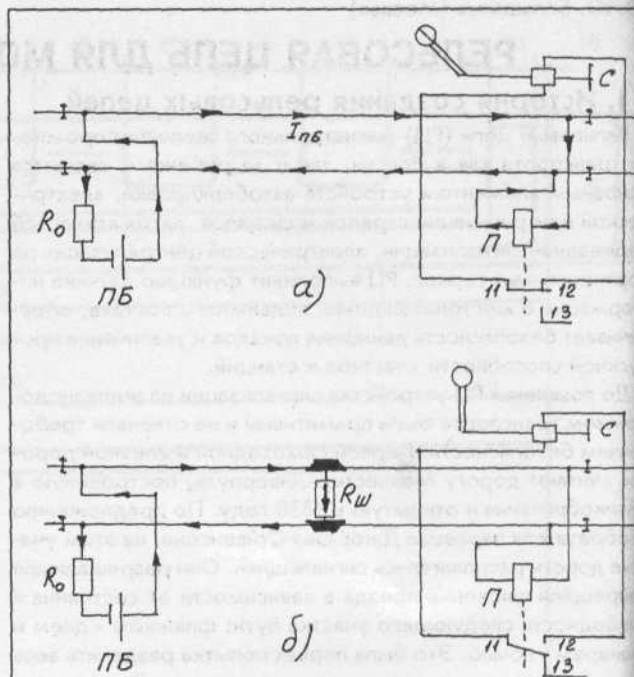

Рис. 2. Схема работы нормально-замкнутой автоматической блокировки
В 1872 году В. Робинзон предложил вариант **нормально-замкнутой рельсовой цепи**, принцип действия которой лежит в основе работы современных рельсовых цепей. Схема представлена на рис. 2а,б,в. Принято различать три варианта работы такой РЦ.
1. Нормальный режим (рис. 2а) - свободное состояние РЦ, путевое реле П под током, сигнал открыт.
2. Шунтовой режим (рис. 2б) - занятое состояние РЦ, путевое реле П без тока, так как ток от ПБ замыкается через малое сопротивление колесной пары (сопротивление шунта $R_{ш} = 0,06 \text{ Ом}$). Ток через реле резко падает, а почти все напряжение ПБ приложено к сопротивлению R_0 .
3. Контрольный режим (рис. 2в) - излом рельса, обрыв соединительных проводов, неисправность ЦБ - сигнал закрыт, необходимо устранить неисправность.